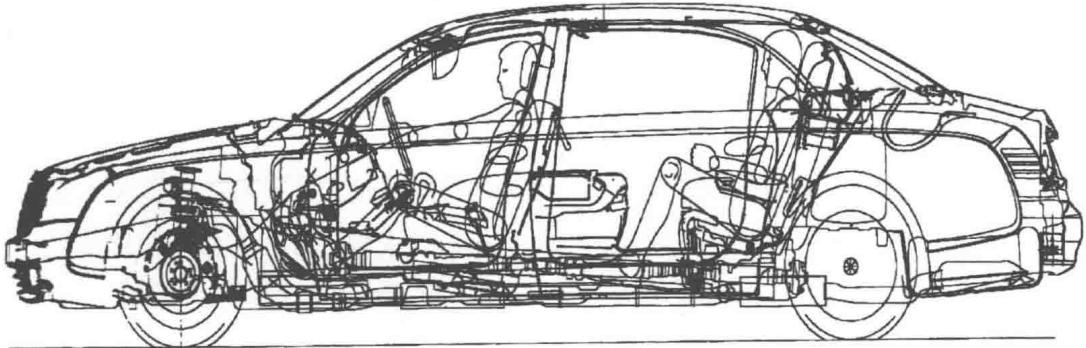

图 1-8 迈巴赫 62 豪华车
5) 豪华车。图 1-8 所示为迈巴赫 (Maybach) 62 豪华车。